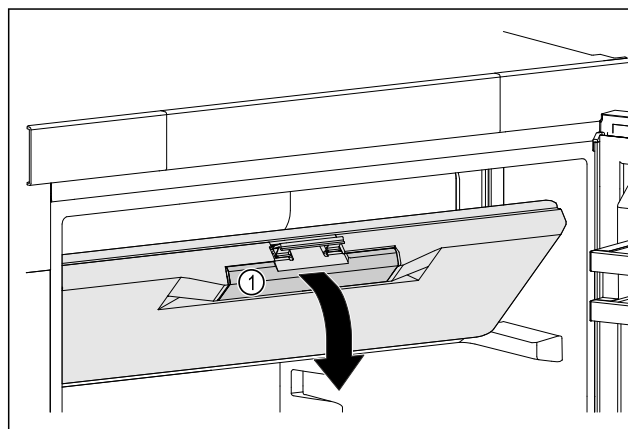

Fig. 47
- Fogja meg a fagyasztórekesz ajtaját a fogantyúmélyedésnél Fig. 47 (1).